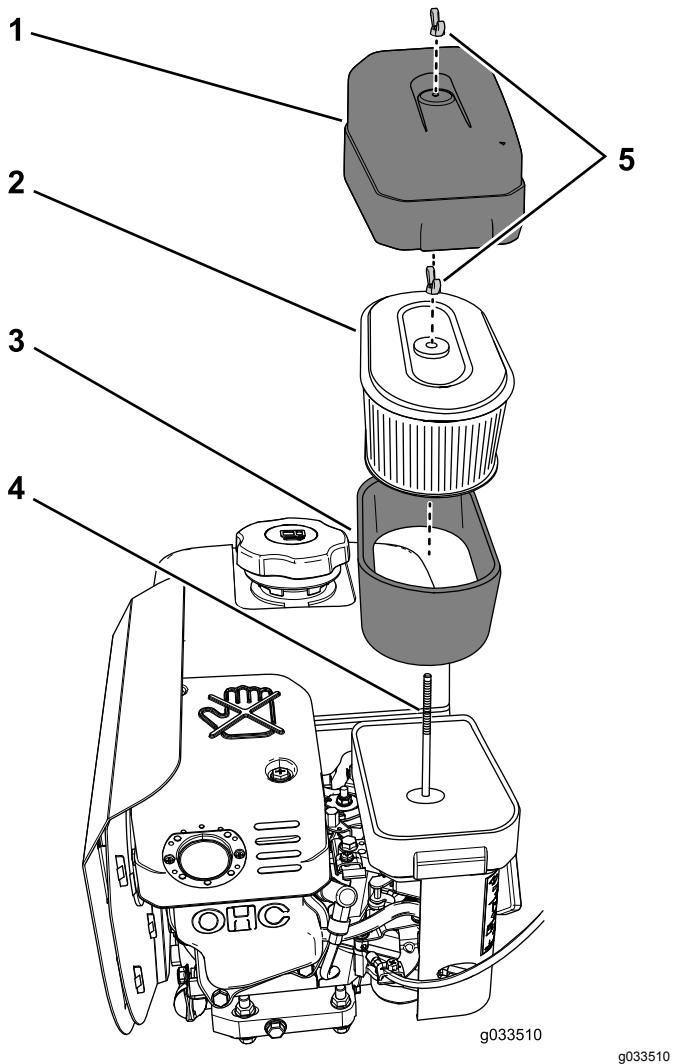

Figura 11
2. Pulite intorno al filtro dell'aria per evitare che la morschia possa penetrare nel motore provocando gravi danni (Figura 11).
3. Ruotate il dado ad alette che fissa il coperchio del filtro dell'aria in senso antiorario e togliete il coperchio del filtro dell'aria (Figura 11).
4. Ruotate il dado ad alette che fissa gli elementi del filtro di carta e in schiuma sintetica in senso antiorario e togliete gli elementi del filtro dall'asta di ancoraggio (Figura 11).
5. Togliete con cautela l'elemento in schiuma sintetica dall'elemento di carta (Figura 11).
1. Ispezionate l'elemento per escludere strappi, pellicola d'olio o danni (Figura 11).
1. Fate scorrere con attenzione l'elemento del filtro in schiuma sintetica sull'elemento del filtro di carta (Figura 11).
2. Allineate il foro nella piastra superiore dell'elemento del filtro di carta con l'asta di ancoraggio del carburatore (Figura 11).
3. Fissate gli elementi del filtro al carburatore con il dado ad alette (Figura 11) rimosso al passaggio 4 di Rimozione degli elementi di carta e in schiuma sintetica \(pagina 11\).
4. Allineate il foro nel coperchio del filtro dell'aria con l'asta di ancoraggio (Figura 11) e fissate il coperchio all'asta con il dado ad alette che avete rimosso al passaggio 3 di Rimozione degli